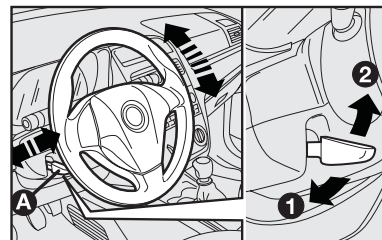

fig. 14
## VOLANTE - fig. 14
- 1) Desplace la palanca **A** hasta la posición **1-fig. 14.**
- 3) Vuelva a poner la palanca en la posición **2-fig. 14** para trabar nuevamente el volante.